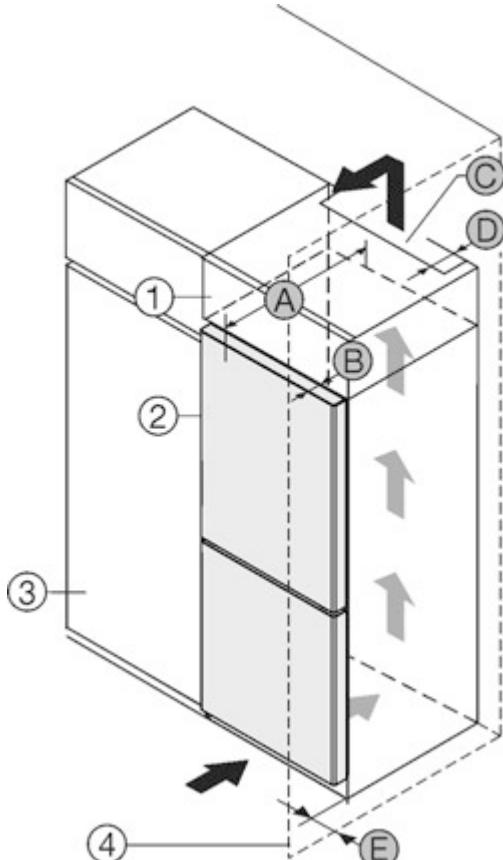

Fig. 1
Ви можете встановити пристрій безпосередньо поряд із кухонною шафою Fig. 1 (3).\*
Зі зворотного боку шафи для встановлення на пристрой слід передбачити вентиляційну шафу завглишки Fig. 1 (D) на всю ширину цієї шафи.\*
Слід дотримуватись вентиляційного отвору Fig. 1 (C) в стелі приміщення.\*
Якщо пристрій із шарнірами встановлюється поряд зі стіною Fig. 1 (4), відстань між пристроєм і стіною повинна бути не менше 13 мм.\*
Якщо пристрій із шарнірами встановлюється поряд зі стіною Fig. 1 (4), відстань між пристроєм і стіною повинна бути не менше 20 мм.\*
Щоб мати можливість повністю відкривати дверцята, потрібно, щоб пристрій виступав на відстань глибини дверцят Fig. 1 (B) відносно передньої панелі кухонної шафи. Залежно від глибини кухонних шаф Fig. 1 (3) та використання пристінних розпірок пристрій може ще більше виступати вперед.\*